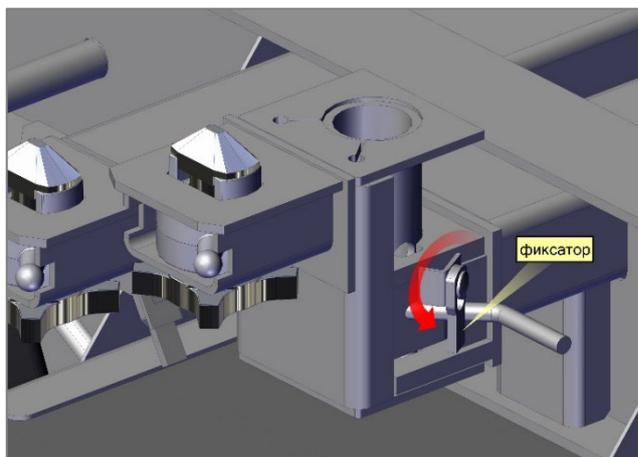

Рис. 45.3. Фиксатор
- опустить фиксатор вниз, как показано на рис. 45.3.